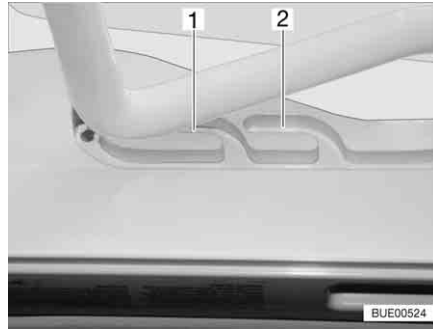
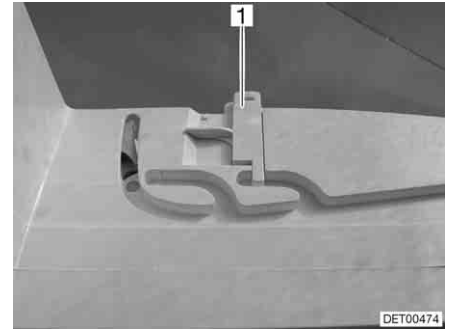

Bild 60 Heki-Dachhaube in Lüftungsstellung
Bild 61 Verriegelung Lüftungsstellung
Die Heki-Dachhaube kann in zwei Lüftungsstellungen gebracht werden: Schlechtwetterstellung (Bild 60,1) und Mittelstellung (Bild 60,2). Je nach Modell kann die Dachhaube in der Mittelstellung mit dem Riegel (Bild 61,1) verriegelt werden.
- Den Bügel leicht nach oben drücken und in die gewählte Führung (Bild 60,1 oder 2) schieben und ggf. verriegeln.